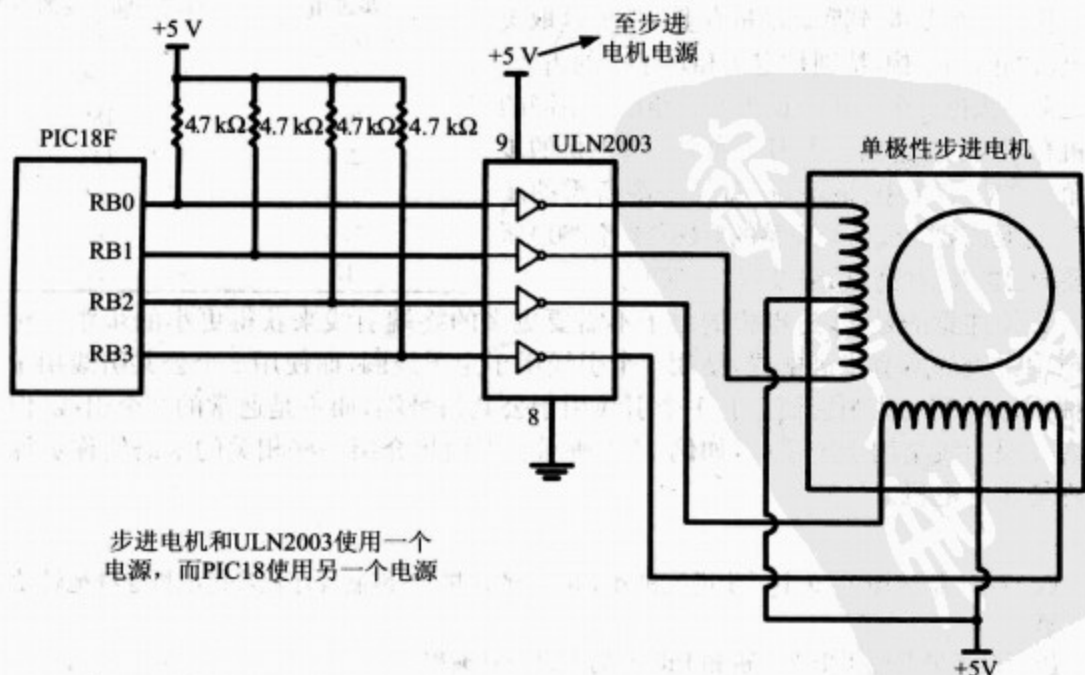

图 17-9 PIC18 与步进电机的接口
**例 17-1** 描述图 17-9 中的步进电机和 PIC18 的连接,并编制程序让步进电机连续地转动。